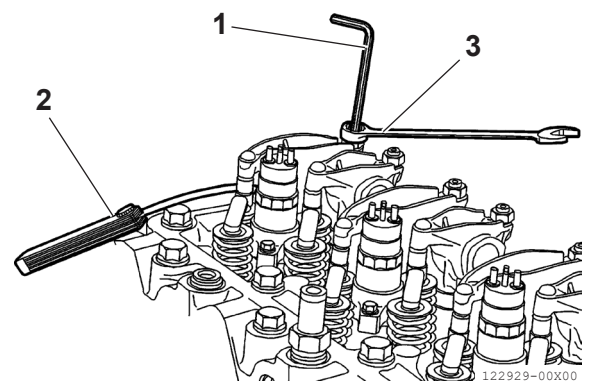

Figure 24
2. Le réglage du jeu entre les culbuteurs et les tiges de commande des soupapes d'échappement et d'admission doit être effectué strictement à l'aide d'une clé Allen (Figure 24, (1)), d'un jeu de cales (Figure 24, (2)) et d'une clé à œil (Figure 24, (3)).